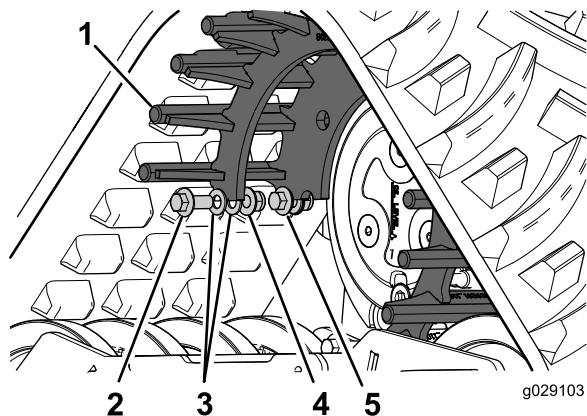

Figura 14
7. Asegure los dientes de engranaje con 6 juegos de sujetadores que constan de un perno (M16—2.00 x 40 mm, Clase 10.9), 2 arandelas y una tuerca hexagonal (M16—2.00, Clase 10.9) cada uno (Figura 14).